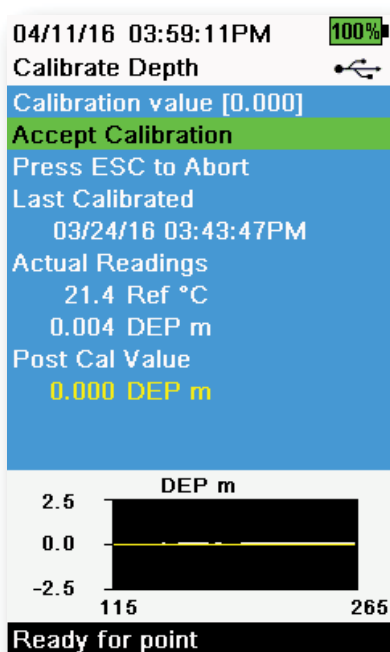

Figura 47 Calibrar Profundidade
3. Respeite as leituras de medição reais para estabilidade (a linha branca no gráfico não mostra nenhuma mudança significativa durante 40 segundos) e selecione **Aceitar Calibração** (Figura 47).